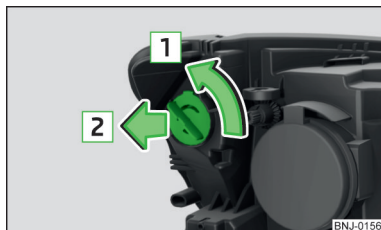

Abb. 303
- › Die Fassung mit der Glühlampe in Pfeilrichtung **1** drehen » Abb. 303.